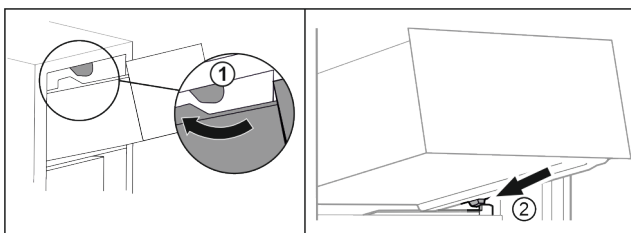

Fig. 83
- ▶ Juhtige sahtel ümber ülemiste peatajate. Fig. 83 (1)
- ▶ Asetage sahtel kaldu alumiste peatajate taga anumaribile. Fig. 83 (2)